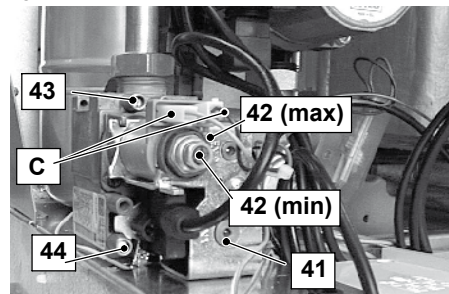

Figura 7.3
- Confrontare il valore di pressione misurato con quello indicato nelle tabelle seguenti. Per tarare la pressione al bruciatore agire sul dado esagonale grande in ottone dell'operatore modulante 42 max in Figura 7.3 (ruotando in senso orario la pressione aumenta).
- A caldaia spenta (fuori servizio), controllare la pressione di alimentazione utilizzando la presa 44 in Figura 7.3 e confrontare il valore letto con quelli riportati nella tabella *Pressioni di alimentazione gas* nella sezione "Dati tecnici" pag. 18.
- Richiudere bene la presa di pressione 44 in Figura 7.3.
- Aprire la presa di pressione 43 in Figura 7.3 e collegare un manometro.
- Sconnettere il filo di alimentazione "C" dell'operatore modulante 42. Fare attenzione che non vada a toccare le parti metalliche della caldaia Figura 7.3
- Per tarare la pressione al bruciatore agire sulla vite in plastica (42 min in Figura 7.3) tenendo fermo il dado esagonale in ottone grande (42 max in Figura 7.3) dell'operatore modulante (ruotando in senso orario la pressione aumenta).
- Chiudere la presa di pressione 43 in Figura 7.3
IMPORTANTE: Dopo ogni misurazione delle pressioni gas, richiudere bene le prese di pressione utilizzate (28 e 27 in (Figura 7.3). Dopo ogni operazione di regolazione gas gli organi di regolazione della valvola devono essere sigillati.